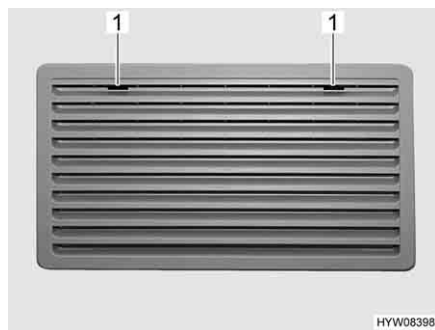
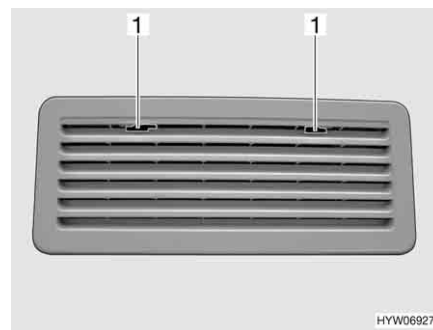

Fig. 218 Griglia di aerazione del frigorifero (Thetford grande)
Fig. 219 Griglia di aerazione del frigorifero (Thetford piccolo)
- Spingere verso il centro l'arresto (Fig. 218,1 o Fig. 219,1).